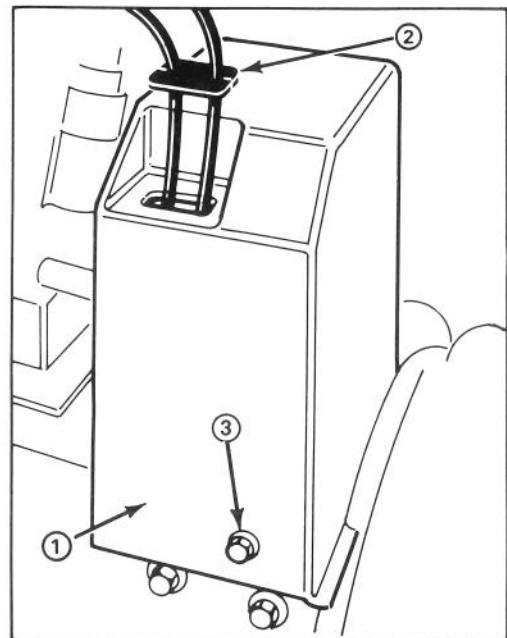

Abbildung 25
1. Die drei (3), die Riemenabdeckung am Motorrahmen befestigenden Kopfschrauben entfernen und die Abdeckung auf den Kabeln nach oben schieben (Abb. 25).